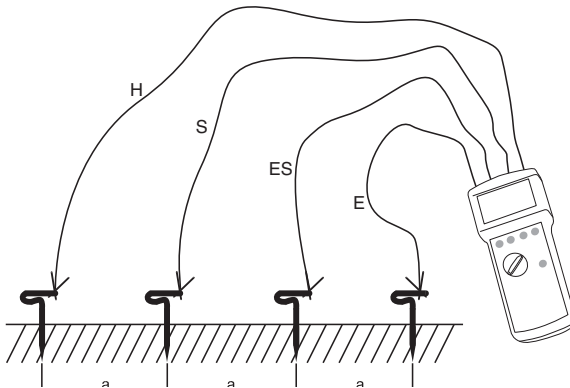

Bild 7: spezifischer Erdwiderstand
- 1) Ordnen Sie die vier Erdspeisse für E, ES, S, H in einer Linie, wie in Bild 7 gezeigt an. Der Abstand zwischen den einzelnen Sonden muss der, in der Formel benutzten Abstand entsprechen. Legen Sie die Leitungen sorgfältig aus und achten Sie darauf, dass die Leitungen möglichst nicht parallel nebeneinander liegen und sich nicht kreuzen, um Einkopplungen zu vermeiden.
- 2) Verbinden Sie die Messleitungen mit den Erdspeissen gemäß Bild 7.
- 3) Drehen Sie den Messartwahlschalter (13) in Stellung "4 pol".
- 4) Stellen Sie die gewünschte Berührungsspannung mit der Taste "UL" (11) ein.
- 5) Falls gewünscht stellen Sie die manuelle Frequenzwahl mit der Taste "auto/man" (16) und die Messfrequenz mit der Taste "f1/f2" (12) ein.
- 6) Taste "Start" (14) drücken.
- Nach erfolgter Messung kann mittels der Taste "Anzeige" (17) zwischen den Messgrößen Erdungswiderstand (RE), Helferderwiderstand (RH), Sondenwiderstand (RS) und Messstrom (IM) umgeschaltet werden.